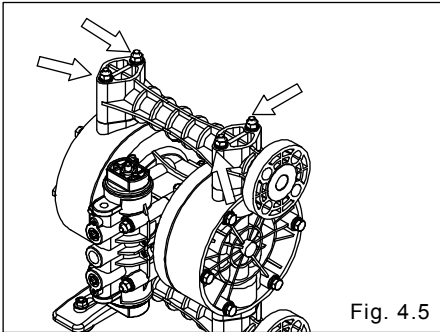

Fig. 4.5
- Retire las 4 tuercas retenedoras del lado superior de los tirantes y quite el colector de salida. [Fig. 4.5]